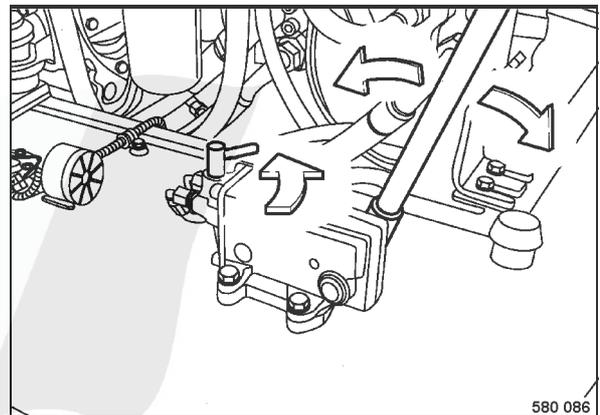

fig. 71
- Tourner la manette de la vanne (fig. 71) sur position "ouvert".